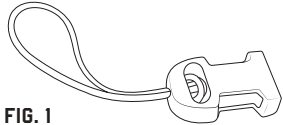

FIG. 1
1. The barcode scanner sash lanyard attaches to the barcode scanner using two small loop attachments on the end of the modular female buckles. Detach the female buckle ends from the rest of the barcode scanner sash lanyard for installation [fig. 1]
1. La cinta con cordón de seguridad se engancha al escáner de códigos de barras usando dos pequeños conectores de lazo en el extremo de las hebillas modulares hembra. Desenganche los extremos de la hebilla hembra del resto de la cinta con cordón de seguridad del escáner de códigos de barras para instalarlo [fig. 1]
1. La bandoulière s'attache au lecteur de code-barres à l'aide des deux petites boucles d'attache souple situées à l'extrémité des fermoirs femelles. Pour l'installation, détachez de la bandoulière la partie constituée du fermoir femelle muni de sa boucle d'attache souple. [fig. 1]